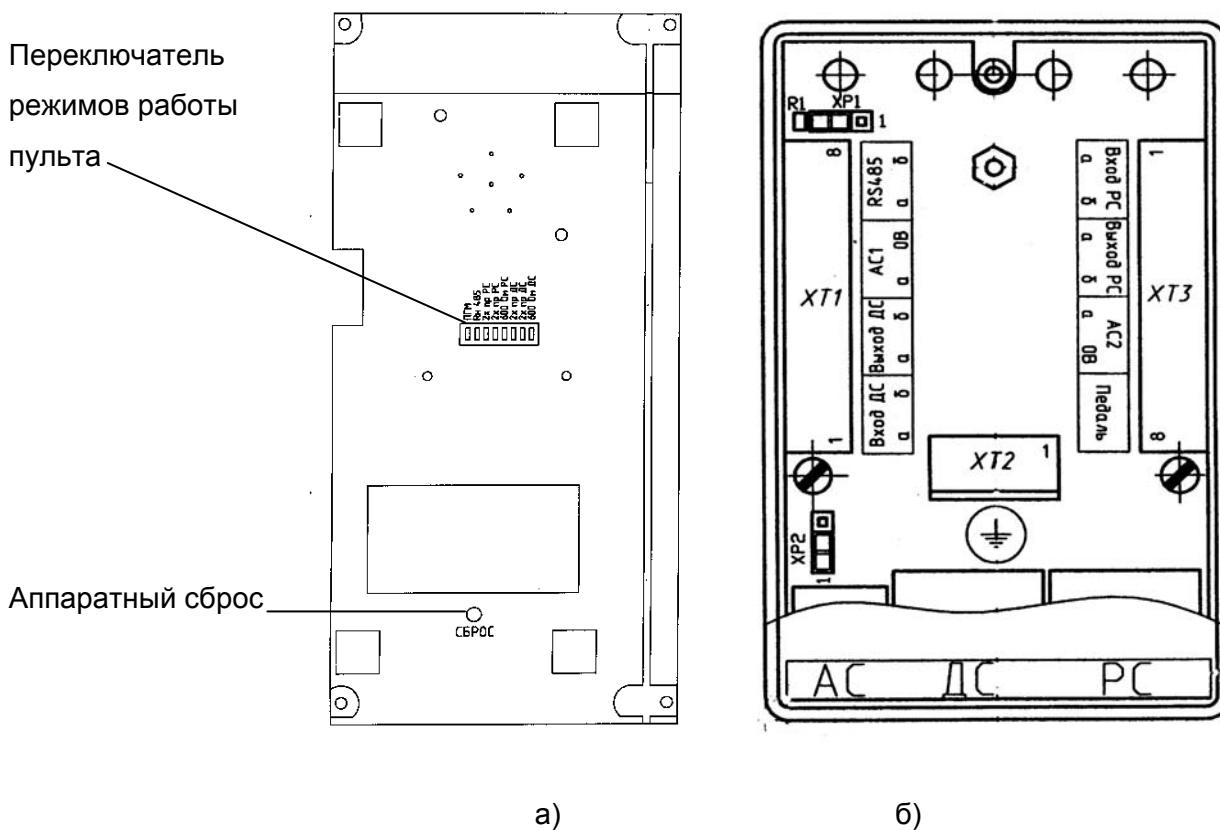

Рисунок 6.2
6.2.4 Установить клавиатуру, микротелефонную трубку и колонки акустической системы на рабочем месте оператора. Переключатель режимов работы на нижней крышке клавиатуры рисунок 6.2 а) установить в требуемое
положение по рисунку 6.3. Установить микрофон в предназначенное для него гнездо клавиатуры. Снять крышку коробки распределительной. В соответствии с расположением соединителей в коробке распределительной рисунок 6.2 б). Подключить провода внешних соединительных линий и заземления по схеме рисунок А.1 приложения А. Подключить составные части пульта по схеме рисунок А.2 приложения А.
При подключении к *пульту* от УК только одной линии (ДС) и использовании активной двухканальной акустической системы, подключаемой штекером к гнезду АС коробки распределительной установите перемычку XP2 внутри коробки рисунок 6.2 б) в положение 1-2. При подключении к *пульту* от УК обеих линий (ДС и РС) перемычку XP2 внутри коробки распределительной установите в положение 2-3.
При подключении к УК по линии RS485 более одного пульта в соответствии со схемой рисунок А.3 приложения А установить перемычку ХР1 в распредкоробке рисунок 6.2.б) *пульта*, максимально удаленного от УК в положение 1-2.